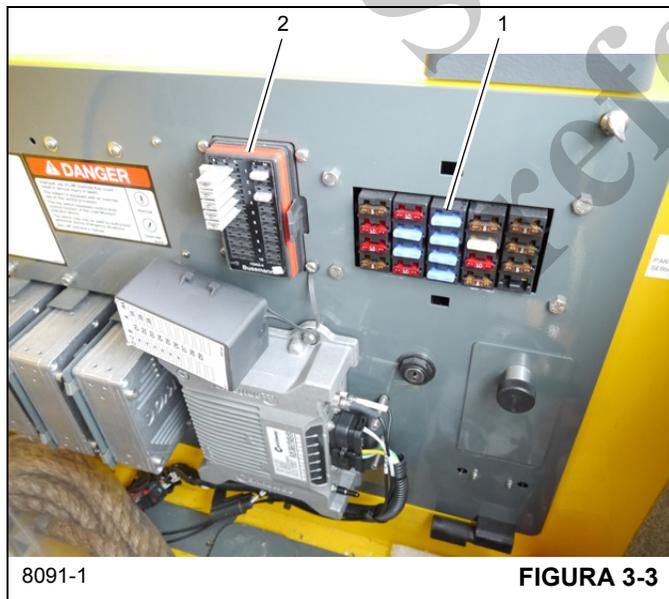

FIGURA 3-3
Los fusibles se encuentran detrás del asiento de la cabina (1) (Figura 3-3). En el tablero de fusibles de la caja de baterías (3) (Figura 3-4) y en la caja de baterías (4).